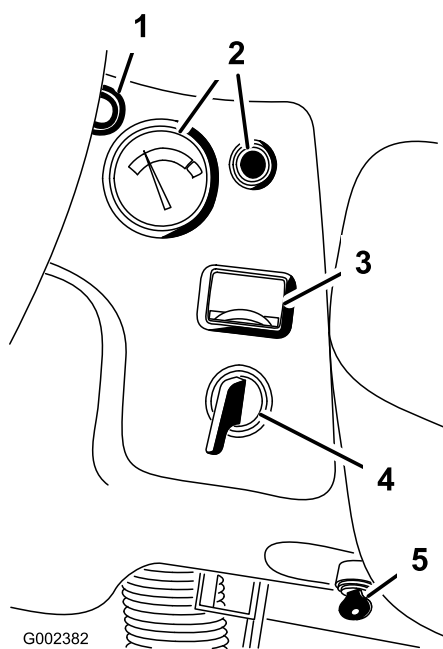

Figura 17
Registra la temperatura del refrigerante nel motore. Funziona soltanto quando l'interruttore di accensione è in posizione On (Figura 17). Se il motore si surriscalda, la spia si accende.
Si accende quando viene scaricata la batteria. Se la spia si accende mentre utilizzate la macchina, fermate il veicolo, spegnete il motore e cercatene la causa, es. la cinghia dell'alternatore (Figura 17).
Indica il totale delle ore di funzionamento della macchina. Il contaore (Figura 17) inizia a funzionare ogniqualvolta viene girata la chiave di accensione in posizione "ON" o se il motore gira.
L'interruttore di accensione (Figura 17), utilizzato per avviare e arrestare il motore, presenta tre posizioni: OFF, RUN e START (spento, marcia e avvio). Girate la chiave in senso orario, in posizione START, per innestare il motorino di avviamento. Quando il motore si avvia, rilasciate la chiave. La chiave ritorna automaticamente in posizione di marcia (ON). Per spegnere il motore girate la chiave in senso antiorario, in posizione di spento (OFF).
Spostando l'interruttore (Figura 17) in posizione 'lento' e rimuovendo la chiave si impedisce l'utilizzo della terza nel range superiore. Se spostate la leva del cambio in terza quando vi trovate nel range 'superiore', il motore si spegne. La chiave viene inserita con la dentellatura volta in giù. Spingete per farla girare. Potete togliere la chiave in ambo le posizioni.